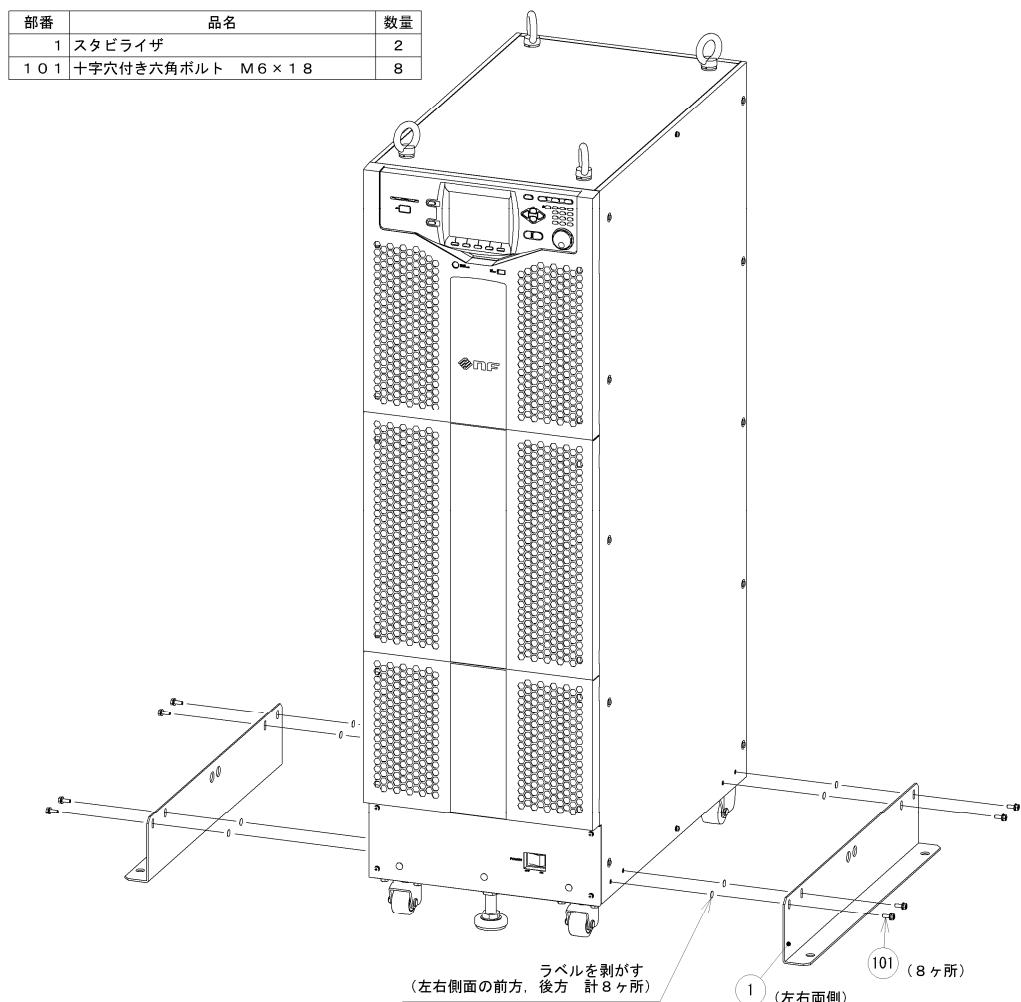

図2-2 スタビライザ組立図
注：スタビライザは安定性確保に必要なため、図 2-2 スタビライザ組立図 を参照の上、取り付けてください。
- DP120LM の付属品のスタビライザは、安定性確保に必要なため、図 2-2 スタビライザ組立図 を参照の上、取り付けてください。